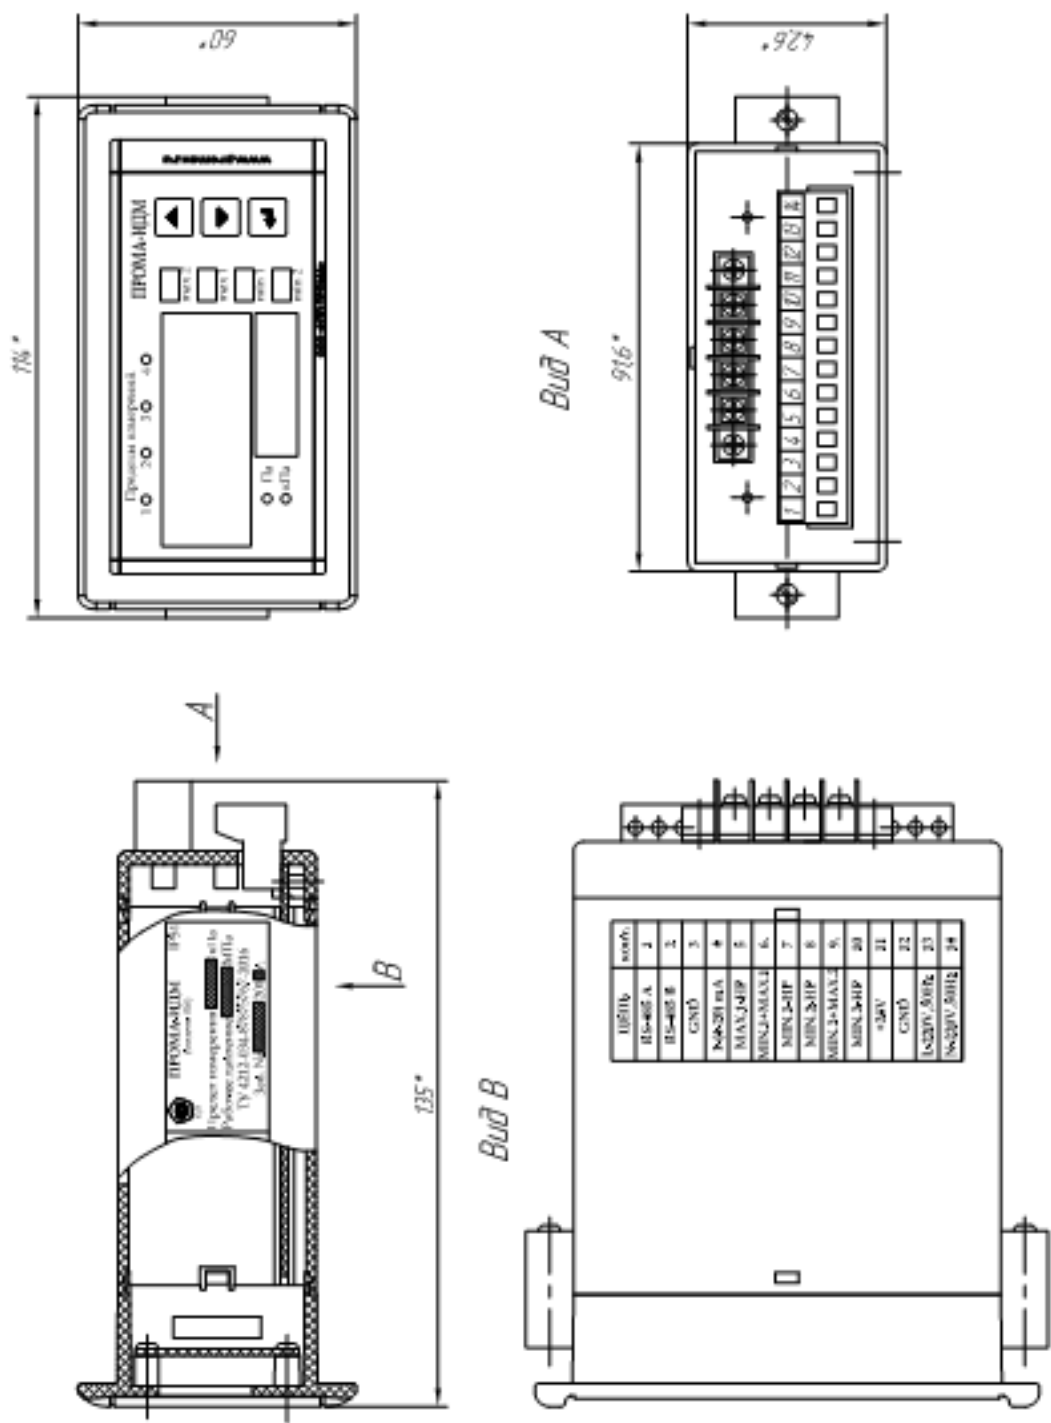

Рис. 1.3. Измеритель Прома-ИДМ(В) Щитовое исполнение.
- Рис. 1.3. Измеритель Прома-ИДМ(В) Щитовое исполнение. Габаритный чертеж.